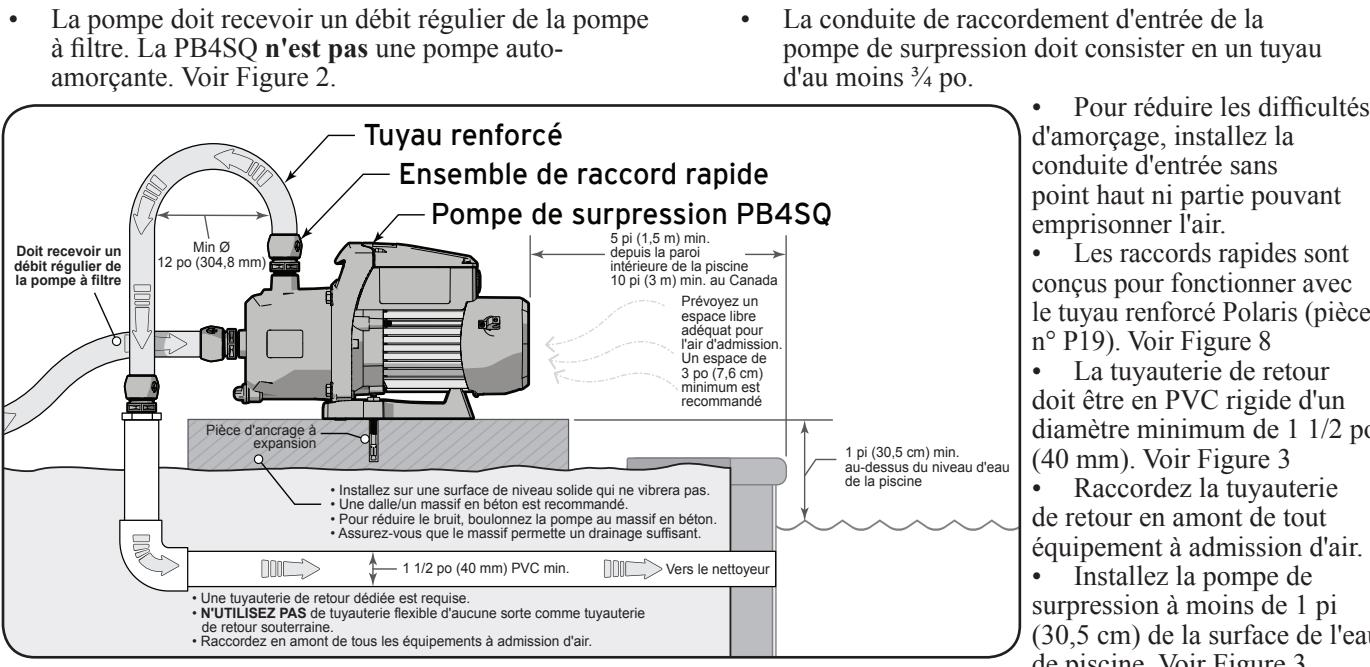

Figure 3. Exigences d'emplacement
- La pompe et tous les autres équipements de circulation doivent être installés à une distance d'eau au moins 5 pi (1,5 m) du rebord de piscine intérieur. Voir Figure 3.
- La pompe doit être placée sur une base solide qui ne vibrera pas. Voir Figure 3.
- Fixez la pompe en la boulonnant au massif. Cela réduira davantage la possibilité de bruits de vibration. Voir Figure 3.
- La tuyauterie de retour doit être en PVC rigide d'un diamètre minimum de 1 1/2 po (40 mm). Voir Figure 3
- Installez la pompe de surpression à moins de 1 pi (30,5 cm) de la surface de l'eau de piscine. Voir Figure 3
*Suppose trois (3) conducteurs en cuivre dans un conduit enterré et une perte maximale de tension de 3 % dans le circuit de dérivation. Le code électrique national (National Electrical Code® – NEC®) et tous les codes locaux doivent être respectés. Le tableau présente les recommandations de dimensions minimales de câbles et de fusibles de dérivation pour une installation typique selon le code électrique national.
2. Assurez-vous que la pompe soit installée et fermement fixée à une base solide. Voir Figure 3.